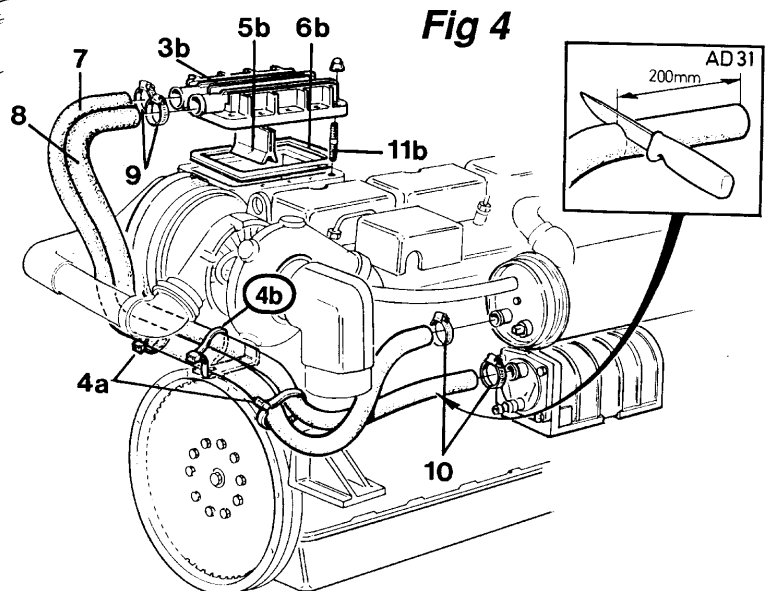

Fig 4
7. Montez le flexible (8) à partir de l'échangeur d'inter-refroidissement vers l'échangeur de chaleur.
8. Montez le flexible à partir du couvercle de l'échangeur vers le tuyau sur l'inverseur en tournant le flexible. Voir fig 4.